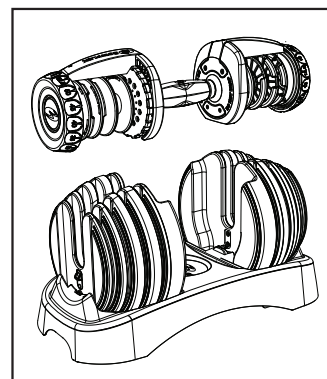

Abbildung 2
5. Wenn beide Einstellknöpfe auf 5 eingestellt sind, ziehen Sie den Griff gerade nach oben aus der Hantel. Dadurch wird nur der Griff aus der Basis entfernt, während alle Gewichtsscheiben in der Basis verbleiben (Abb. 2). Der Griff ohne Gewichtsscheiben hat ein Ausgangsgewicht von 5 lbs (2,27 kg).